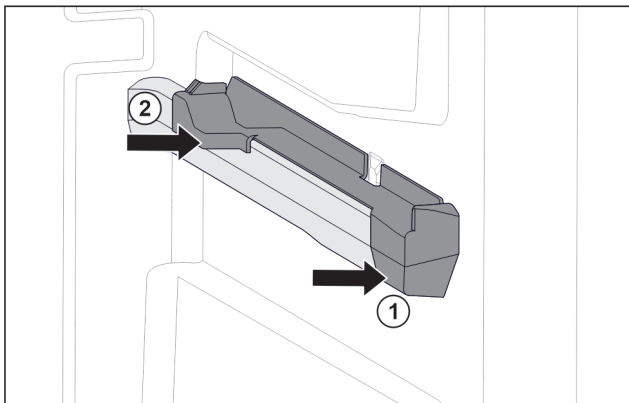

Fig. 196 Aufsteckteil auf der rechten Behälterrippe
- ▶ Aufsteckteil vorne an Behälterrippe ansetzen. Fig. 196 (1)
- ▶ Aufsteckteil hinten andrücken. Fig. 196 (2)